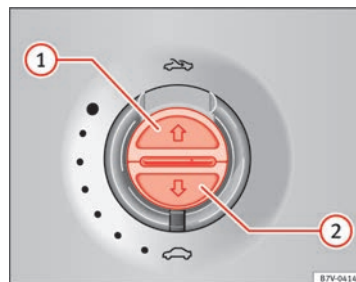

Fig. 59 Nel rivestimento interno del tetto: tasti per la tendina parasole.
Apertura completa (automaticamente):	Premere il tasto ⇒ fig. 59 1 brevemente.
Fermare il funzionamento automatico:	Premere brevemente il tasto ⇒ fig. 59 1 o ⇒ fig. 59 2 .
Regolare la posizione intermedia:	Mantenere premuto il tasto ⇒ fig. 59 1 o ⇒ fig. 59 2 fino a raggiungere la posizione.
Chiusura completa (automaticamente):	Premere il tasto ⇒ fig. 59 2 brevemente.
- **Tendina parasole:** Entro 5 secondi dall'attivazione del limitatore di forza premere il tasto ⇒ fig. 59 fino a che la tendina parasole è completamente chiusa.